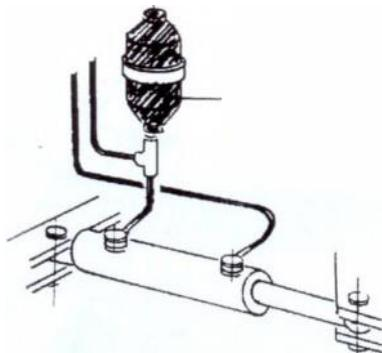

рис. 37
6.3.2 **Безопасность рычагов:** Машина оснащена автоматической системой безопасности, которая включается, когда головка сцепления касается препятствия, и трактор продолжает двигаться. Система безопасности поднимает рычаг, чтобы избежать удара; У оператора будет время, чтобы направиться и проехать мимо препятствия. Система автоматического возврата поглощает масло под давлением во время удара и отпускает его, перемещая рычаг обратно в рабочее положение (рис. 37).